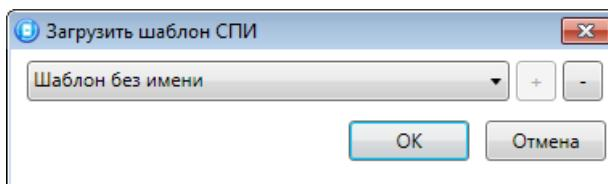

Рис. 11.4. Окно Загрузить шаблон СПИ
- *Загрузить шаблон настроек:* открытие окна *Загрузить шаблон СПИ* (Рис. 11.4), с помощью которого можно сконфигурировать контроллер по предварительно созданному шаблону. Для того чтобы применить шаблон, выберите его в списке и нажмите кнопку *OK*. Для того чтобы удалить один из сохраненных шаблонов, выберите его в списке и нажмите кнопку .